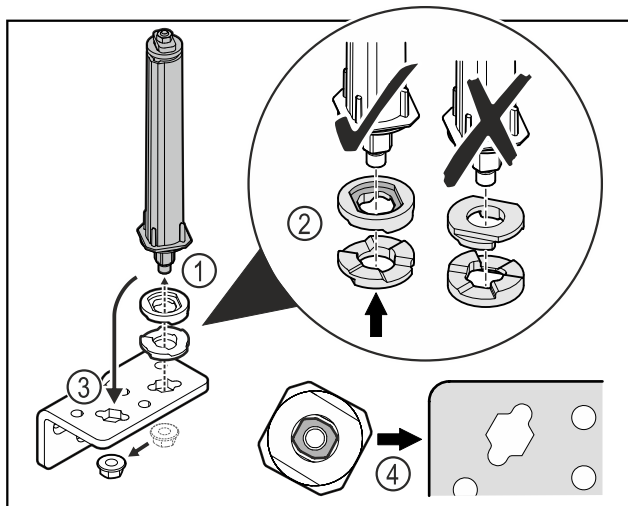

Fig. 26
- ▶ Lironi dados dhe hiqni sistemin e mbylljes së derës Fig. 26 (1).
- ▶ Bëni kujdes për orientimin e saktë të rondelave të rregullimit të lartësisë Fig. 26 (2).
- ▶ Ktheni sistemin e mbylljes së derës në profilin e menteshës në anën tjetër dhe shtrengojeni atë me dado Fig. 26 (3).
- ▶ Gjatë vendosjes, bëni kujdes për orientimin e saktë të sistemit të mbylljes së derës Fig. 26 (4).